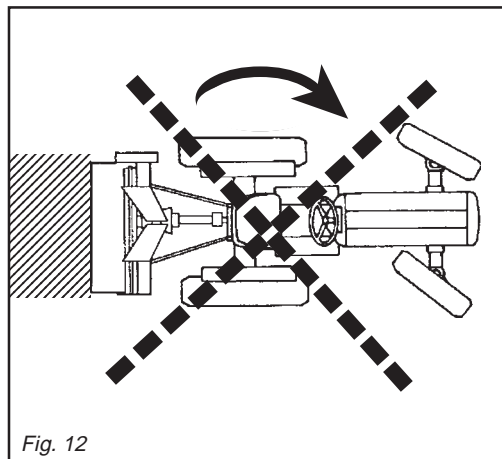
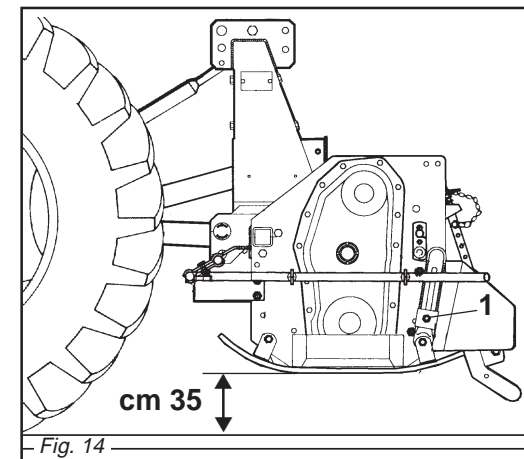

Fig. 12
Fig. 14
Evitare di far girare a vuoto (fuori del terreno) la zappatrice. Durante il lavoro evitare di effettuare curve con la macchina interrata, ne tantomeno lavorare in retromarcia (Fig. 12, 13). Sollevarla sempre per i cambiamenti di direzione e le inversioni di marcia. Durante il trasporto, od ogni qualvolta si renda necessario il sollevamento della zappatrice, è opportuno che il gruppo di sollevamento del trattore venga regolato in modo che la zappatrice stessa non sia sollevata da terra per più di 35 cm circa (Fig. 14). Evitare di immettersi su strade pubbliche con la macchina sporca di terra, erba o quant'altro che produca sporizia e/o intralcio al traffico stradale.
Never allow the steerage hoe to operate out of the soil. During work, avoid turning corners while the implement is soil working. Never work in reverse (Fig. 12, 13). Always raise the implement in order to reverse or change direction.
During transport, or whenever the implement must be raised, it is advisable to adjust the lift unit of the tractor so that the implement itself is not raised more than about 35 cm from the ground (Fig. 14).
Vermeiden Sie es, die Hackfräse unbelastet (außerhalb der Erde) laufen zu lassen. Wenn das Gerät unterirdisch arbeitet, keine Kurven fahren und auch nicht rückwärts fahren (Abb. 12, 13). Das Gerät zum Ändern der Richtung und zum Wenden immer ausheben. Während des Transportes, jedesmal wenn das Ausheben des Gerätes erforderlich wird, sollte der Kraftheber des Schleppers immer so eingestellt werden, daß das Gerät nicht mehr als circa 35 cm Abstand vom Boden aufweist (Abb. 14).
Évitez de faire tourner l'appareil à vide (hors du sol). Pendant le travail évitez les virages quand la houe est enterrée ou bien en marche arrière. Relevez toujours l'appareil lors des changements de direction et des inversions de marche (Fig. 12, 13). Pendant le déplacement et chaque fois qu'il faut relever la houe, veillez à ce que le groupe de relevage du tracteur soit réglé de manière à soulever au moins de 35 cm (Fig. 14).
Evitar hacer girar en vacío (no apoyada sobre el terreno) la binadora. Durante el trabajo evitar efectuar curvas con la máquina enterrada y no trabajar marcha atrás. Alzarla siempre para cambiar de dirección y para las inversiones de marcha (Fig. 12, 13).
Durante el transporte, cada vez que se hace necesario alzar el equipo, es conveniente que el grupo de elevación del tractor se regule en modo tal que el equipo mismo no se alce desde el suelo más de 35 cm aprox. (Fig. 14). Evitar el ingreso en carreteras públicas con la máquina sucia de tierra, hierba o todo otro elemento que produzca suciedad y/o obstruya el tráfico de la carretera.
**Zappatrici con slitte:** per regolare la profondità nelle zappatrici con slitte, è necessario allentare la vite di registro (1 Fig. 14), alzare o abbassare la slitta nella posizione desiderata, riavvitare poi la vite di registro. Questa operazione va effettuata su tutte e due le slitte e varia a seconda del terreno.
**Machine with skids:** to adjust working depth on this type of machine you must loosen the adjustment screw (1 Fig. 14) and raise or lower the skid the desired amount. Then retighten the screw. Both skids should be subjected to this operation which will vary according to the type of soil.
**Maschine mit Schlitten:** um die Arbeitstiefe der Maschine mit Schlitten zu bestimmen, ist es notwendig die Stellschraube zu lockern (1 Abb. 14), den Schlitten im gewünschten Maße zu heben oder zu senken, und die Stellschraube wieder anzuziehen. Dieser Vorgang ist auf beiden Kufen vorzunehmen und hängt von der Bodenbeschaffenheit ab.
**Machine avec patins:** pour régler la profondeur sur les machines avec patins, desserrer la vis de réglage (1 Fig. 14), soulever ou abaisser les patins à la mesure désirée et revisser la vis de réglage. Cette opération doit être effectuée sur les deux patins et varie selon le sol.
**Máquinas con correderas:** para ajustar la profundidad en las máquinas con correderas, hace falta quitar el perno de registro (1 Fig. 14), subir o bajar las correderas de la misma deseada y volver a introducir el perno en su agujero. Esta operación se efectúa sobre ambas correderas y varia de acuerdo al terreno.